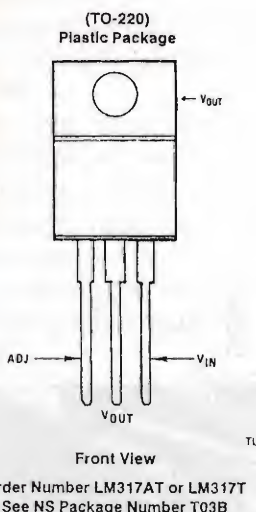

figura 4 - Circuito stabilizzatore dei filamenti.
4) Al terminale 7 di T1 rimasto libero (11,3Vca rispetto a massa) connettere il circuito stabilizzatore dei filamenti di figura 4.